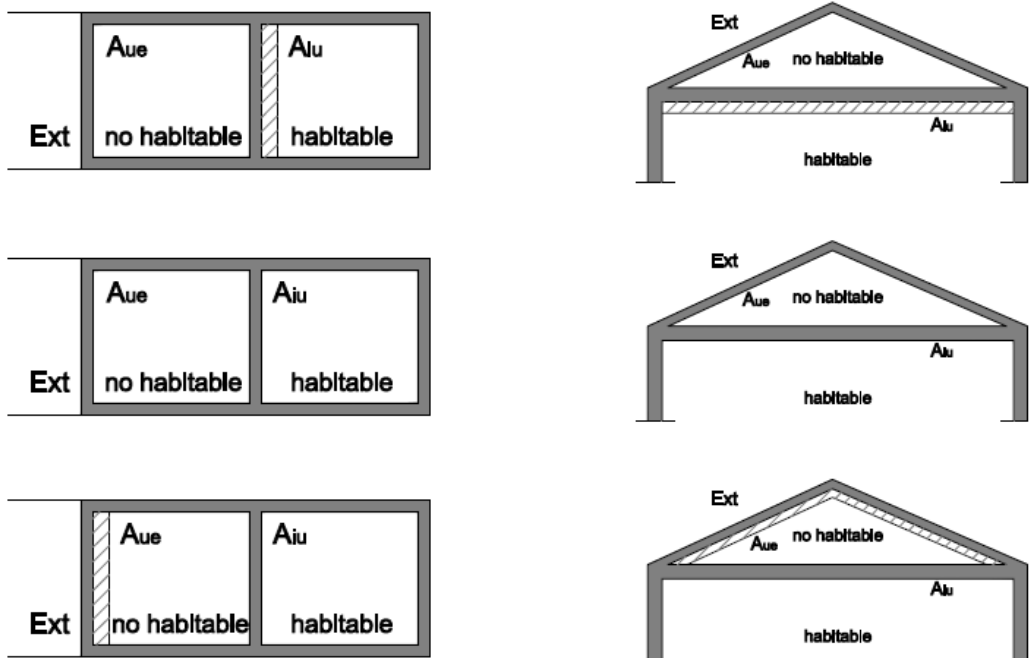

Figura E.6 Espacios habitables en contacto con espacios no habitables
- la situación del aislamiento térmico (véase figura E.6),
Estudiemos la situación del  $S2=$  Forjado en contacto con espacio no habitable, en la envolvente térmica de nuestro edificio, y comparémoslo con alguno de la figura E.6,
Como podemos comprobar ningún caso de la figura E.6 se asemeja al definido en la envolvente, por lo que tendremos que calcular el coeficiente de reducción de temperatura "b" mediante la siguiente expresión: